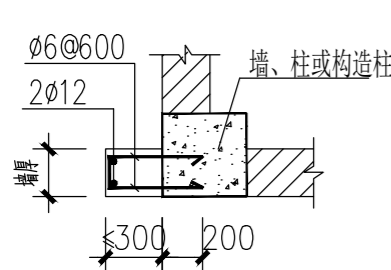
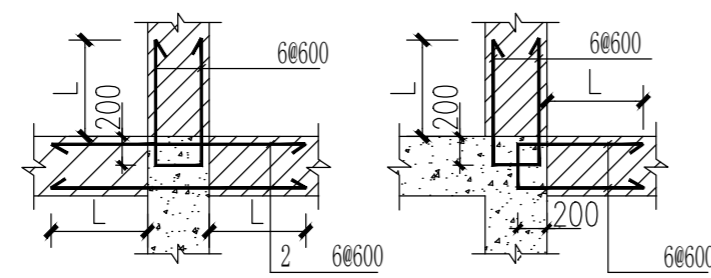
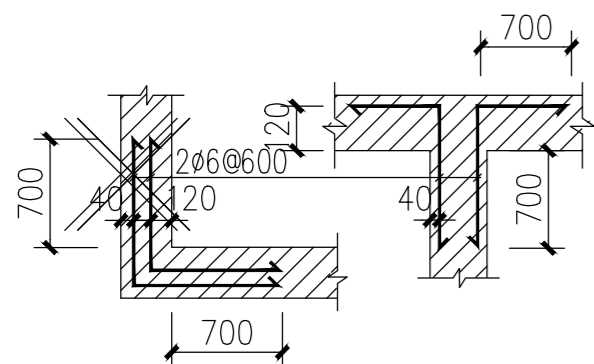
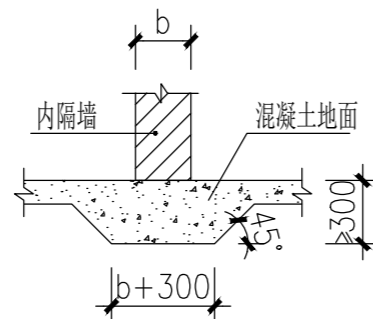

图 4.1
图 4.2
图 4.3
图 4.4
说明	<p>1、填充墙的材料及位置应严格按照施工图的要求，未经设计同意不得变更；</p> <p>2、当构造柱、框架柱、剪力墙边有填充小墙肢且不能砌筑时，可按图 4.1 要求施工；</p> <p>3、当填充墙与构造柱、剪力墙或框架柱相连时，沿构造柱、剪力墙、框架柱全高，每隔 600mm (或小于且最相近 600的砌体整皮数距离) 设置 2 6拉结筋，拉结筋伸入填充墙内的长度 (L)，按以下原则确定：</p> <p>(1) 当填充墙与构造柱或剪力墙相连时，L取墙长的1/5和 700的较大值，见图 4.2；</p> <p>(2) 当填充墙与框架柱相连时，六度区同与构造柱相连，七度及以上地区拉结筋沿墙全长贯通；</p> <p>(3) 墙长≤1.5m时，拉结筋沿墙全长贯通，并于末端设置直钩 (10d)；</p> <p>(4) 遇到门窗洞口时，伸至洞边，并于洞边设置直钩 (10d)；</p> <p>楼梯间隔墙拉结筋设置：楼梯间和人流通道的填充墙，尚应采用钢丝网 (0.9直径镀锌钢丝网片，网格15X15) 砂浆面层加强。</p> <p>4、所有填充墙纵横交接及转角处均应错缝搭砌，无构造柱处用钢筋拉结如图 4.3；</p> <p>5、填充墙与柱、抗震墙及梁相接处沿缝钉 300宽 (缝两边各150) 钢丝网片后进行墙面粉刷；</p> <p>6、当底层填充墙 (墙厚≤120mm时) 下无基础梁或结构梁板时，填充墙可直接砌筑在加厚的混凝土地面上，可按图4.4设置。以上均要求基础下为老土，或为经过分层压实的素填土。</p> <p>7、填充墙砌至板、梁底附近后，应待砌体沉实后再用斜砌法把下部砌体与上部板、梁间用砌块逐块敲紧压实，做法参照 4.5。</p> <p>8、人防区域内非承重砌体墙连接构造同时满足国标图集 07FG01第 71页的要求。</p>